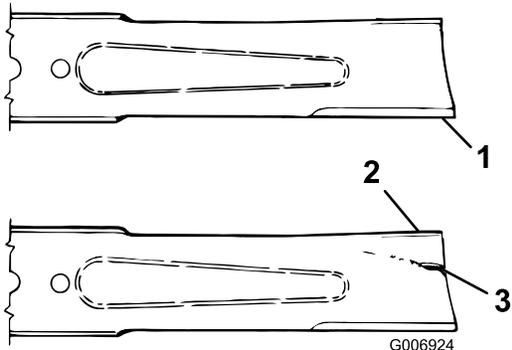

図 77
3. ブレードの切っ先を注意深く観察、特に、直線部と曲線部が交わる部分をよく観察する 図 77。
4. 磨耗が進んでいる場合 図 77には、ブレードを交換する ブレード回転面の検査 \(ページ 63\)を参照。
ブレードの磨耗を放置すると、ブレードのセール部と平坦部との間に割れ目が発生する 図 77。この割れ目が拡大すると、最終的にはブレードがちぎれてハウジングの下から飛び出し、これがオペレータや周囲の人に重大な人身事故となる。